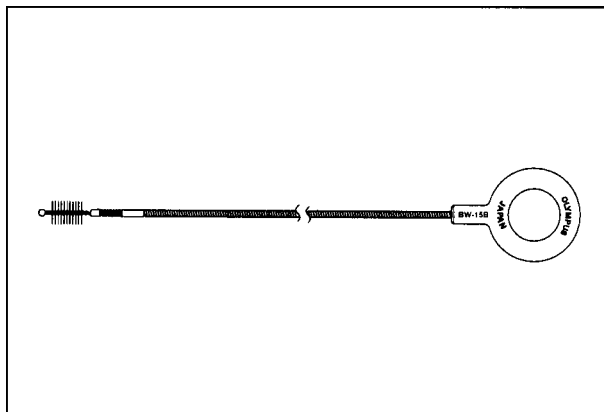

Рис. 7.4
Щётка для чистки канала используется для чистки инструмента изнутри и внутреннего просвета аспирационного канала (см. рис. 7.4).
1. Убедитесь в сохранности и надёжной фиксации щетинок щётки и металлического наконечника на дистальном конце. Проверьте щётки на предмет ослабления или утраты щетины (см. рис. 7.4).